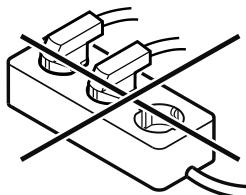

Fig. 52
- Bočno zakvačite prednje poklopce Fig. 52 (1) i uglavite ih.
- Uglavite gornji poklopac Fig. 52 (2) odozgo.